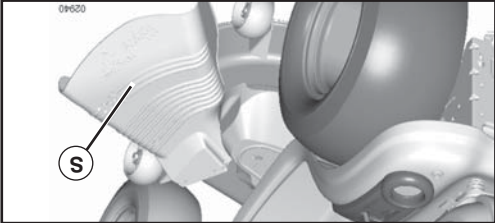

FIG. 8
- Pour tondre une grande surface, on vous conseille de commencer par tourner à droite, de façon à ce que l'herbe ne soit pas déversée sur les arbustes, les clôtures, les allées, etc. Après un ou deux tours, tondez en sens inverse en tournant à gauche jusqu'à ce que le travail soit achevé (Voir la Fig. 8).
POUR UTILISER LA TONDEUSE (Voir la Fig. 8)